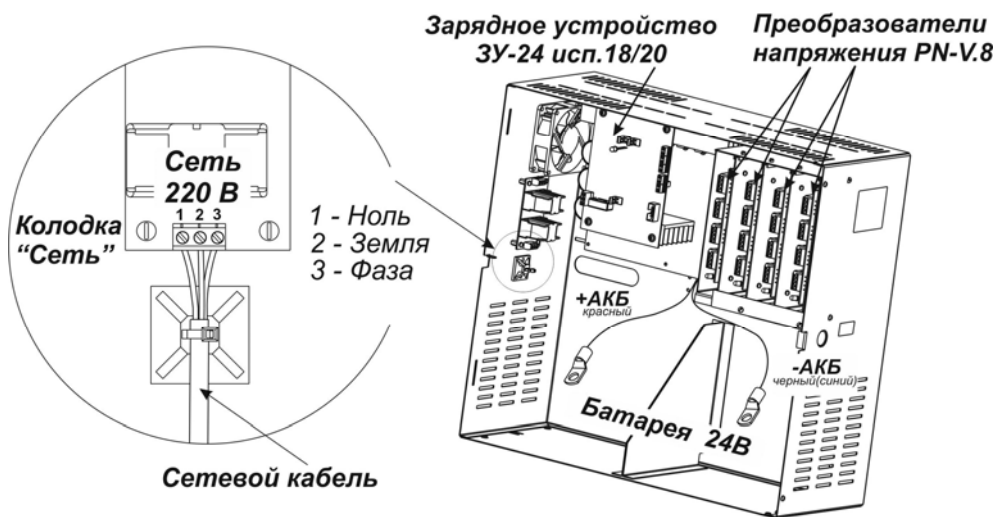

Рис.2 Внешний вид блока с открытой крышкой и подключение сетевых проводов и провода заземления
- подключить сетевой кабель 220 В 50 Гц к колодке «Сеть» источника с учетом указанной фазировки на рис. 2 Приложения;